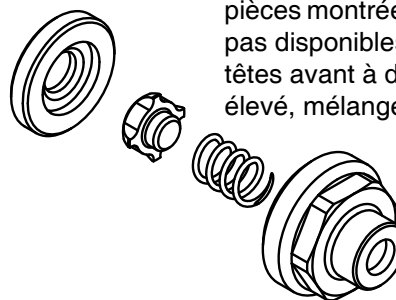

FIG. 16
9. Utiliser une pointe pour retirer tout le produit durci sur le chapeau d'air avant (808).
10. Installer un nouvel élément mélangeur dans le diffuseur (803).
11. Installer un nouveau siège de clapet anti-retour (816) dans le diffuseur. Voir la FIG. 16 pour l'orientation du siège.